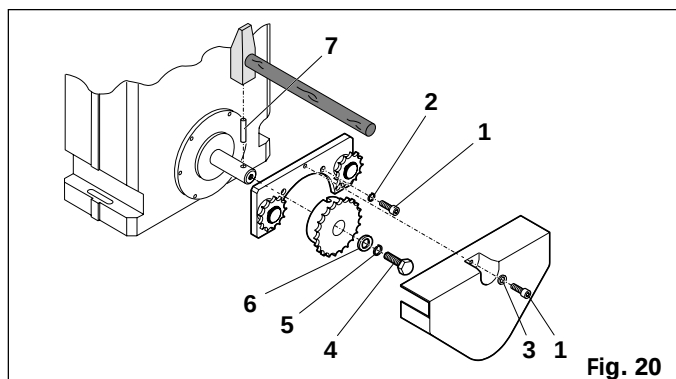
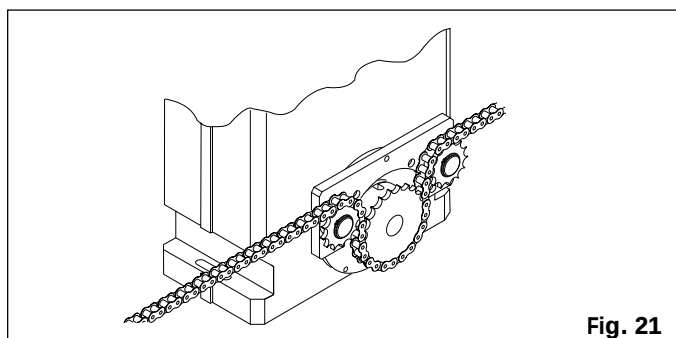

Fig. 20
Fig. 21
4.5.2 MOD.820 EMC RF - 860 MC RF (Fig.20 et 21)
- Fixer sur le flasque du motoréducteur le support des renvois fous en déposant les 4 vis supérieures et en les remplaçant par les vis CHc 5x12 (rep.1) et les rondelles (rep.2) du kit comme indiqué Fig.20.
- Passer la chaîne comme indiqué Fig.21 et monter le carter en le fixant au moyen des vis (rep.1) et ses rondelles (rep.3) comme indiqué Fig.20.